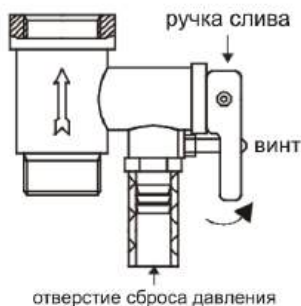

Рисунок 5
4. На входной патрубок, обозначенный голубым цветом и стрелкой направления течения воды, накрутите предохранительный клапан так, чтобы течение воды совпадало с направлением стрелки на корпусе клапана. На отверстие сброса давления предохранительного клапана (см. рисунок 5) оденьте дренажную трубку* для отвода воды (возможно появление при нагревании) в канализацию (трубку необходимо направить строго вниз и запрещено перегибать её).
6. Чтобы слить воду из внутреннего бака, можно воспользоваться сливным, также воду можно слить через предохранительный клапан (открутить сливной винт предохранительного клапана и перевести ручку слива в верхнее положение, при этом кран выхода горячей воды должен быть открыт, а кран подачи холодной воды в водонагреватель должен быть перекрыт) (см. рисунок 5).